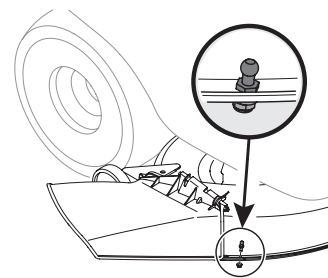

Figure 21
2. Installez la queue à rotule (711-04069) du kit de quincaillerie 689-02201 dans le trou à l'avant de la plate-forme de la tondeuse et fixez-la avec le contre-écrou d'épaulement fourni (712-04064). See Figure 21.